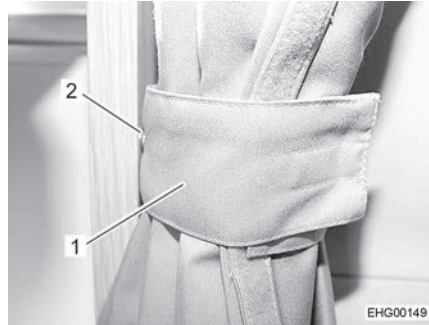

Fig. 7 Tendina oscurante, bloccata
- Bloccare le due metà della tendina oscurante con l'asola (Fig. 7,1) e il bottone automatico (Fig. 7,2).